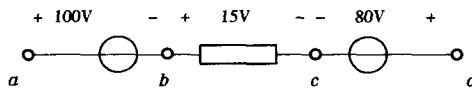

图 1-4 例题 1-1 图
**【例 1-1】** 图 1-4 中各元件上电压均为已知,(1)取 $V_a=0$ ,求各点的电位;(2)取 $V_d=0$ ,求各点的电位。